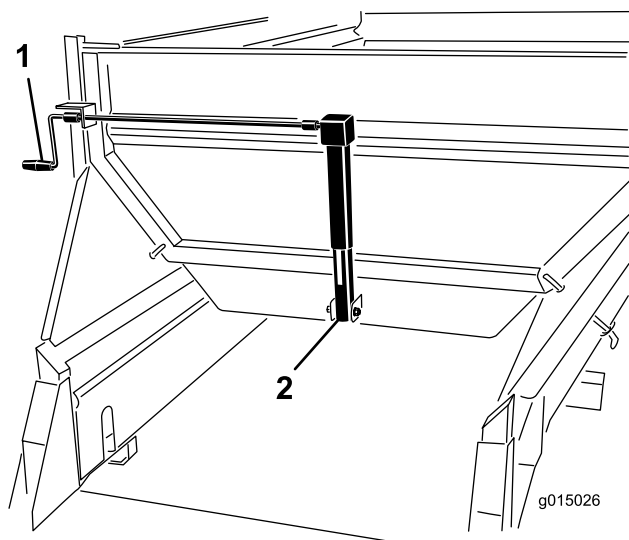

Figura 46
Ruotate la manovella per regolare la sponda (Figura 46) in modo che la freccia sia allineata al centro del colore desiderato (giallo per questo esempio).
1. Ruotate la manovella per regolare la sponda (Figura 46) in modo che la freccia sia allineata al centro del colore desiderato (giallo per questo esempio).